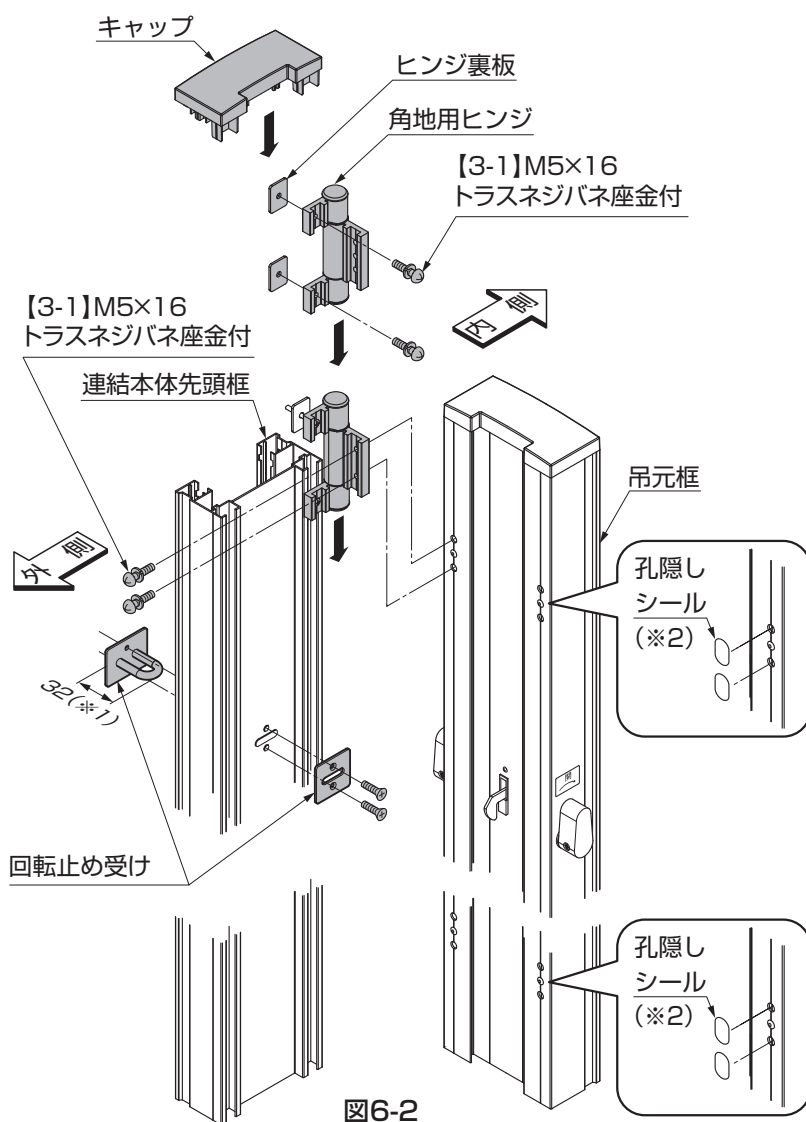

図6-2
- ① 連結本体先頭框の内側のスリット部分に角地用ヒンジを2個挿入し、吊元框に固定してください。(図6-2参照)
- ② 連結本体先頭框の上端と吊元框の上端を合わせ、連結本体先頭框に【3-1】で固定してください。(図6-2参照)
- ③ 回転止め受けのネジを外し、連結本体先頭框にはさむように取付けてください。(図6-2参照)
- ④ (1)で外した連結本体先頭框のキャップを取り付けてください。(図6-2参照)
- ⑤ ヒンジを取付けない取付け孔は孔隠しシールでふさいでください。(図6-2参照)